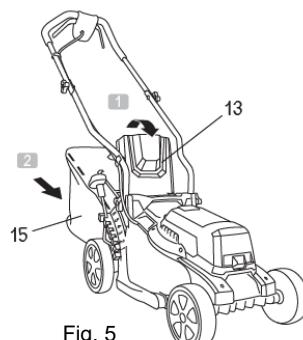
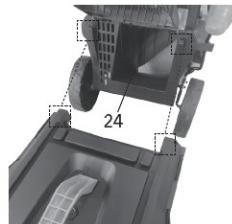

Fig. 5
Fig. 6
- rabatiti aparatoarea zonei de descarcare (13), tineti-o in pozitie rabatata si introduceti rezervorul de colectare a ierbii (15) (Fig. 5), conectandu-l la suportii de fixare (Fig. 6);
- eliberați aparatoare (13); aceasta se va aseza pe rezervor (15).